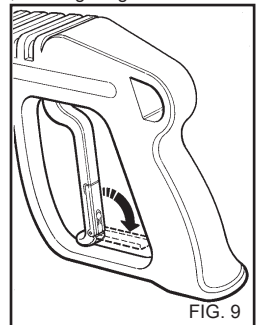

FIG. 9
- Luk grebets beskyttelsesdæksel, når rengøringsmaskinen ikke anvendes. (Fig. 9).